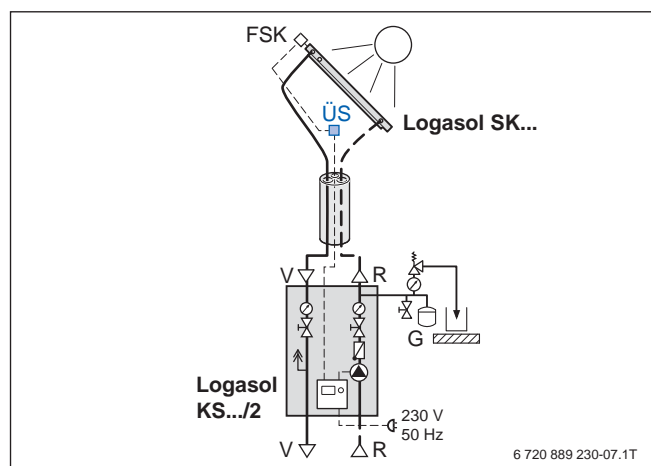

Bild 109 Überspannungsschutz für die Regelung (Installationsbeispiel)
- ▶ Anschlussdose mit Überspannungsschutz ÜS im Bereich der Kabellänge des Kollektortemperaturfühlers FSK vorsehen (→ Bild 109).